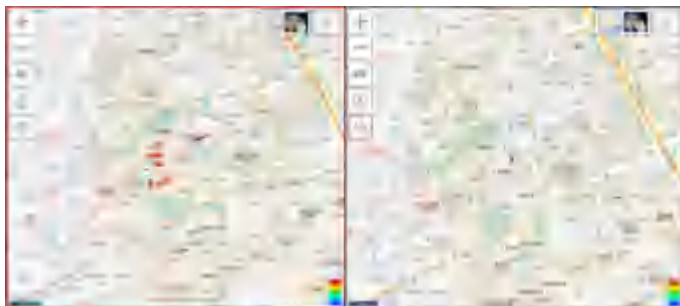

图3-100 地图清除前/后
(5) ：地图清除：清除地图显示的行进路径和测向方向线，如图 3-100 所示；